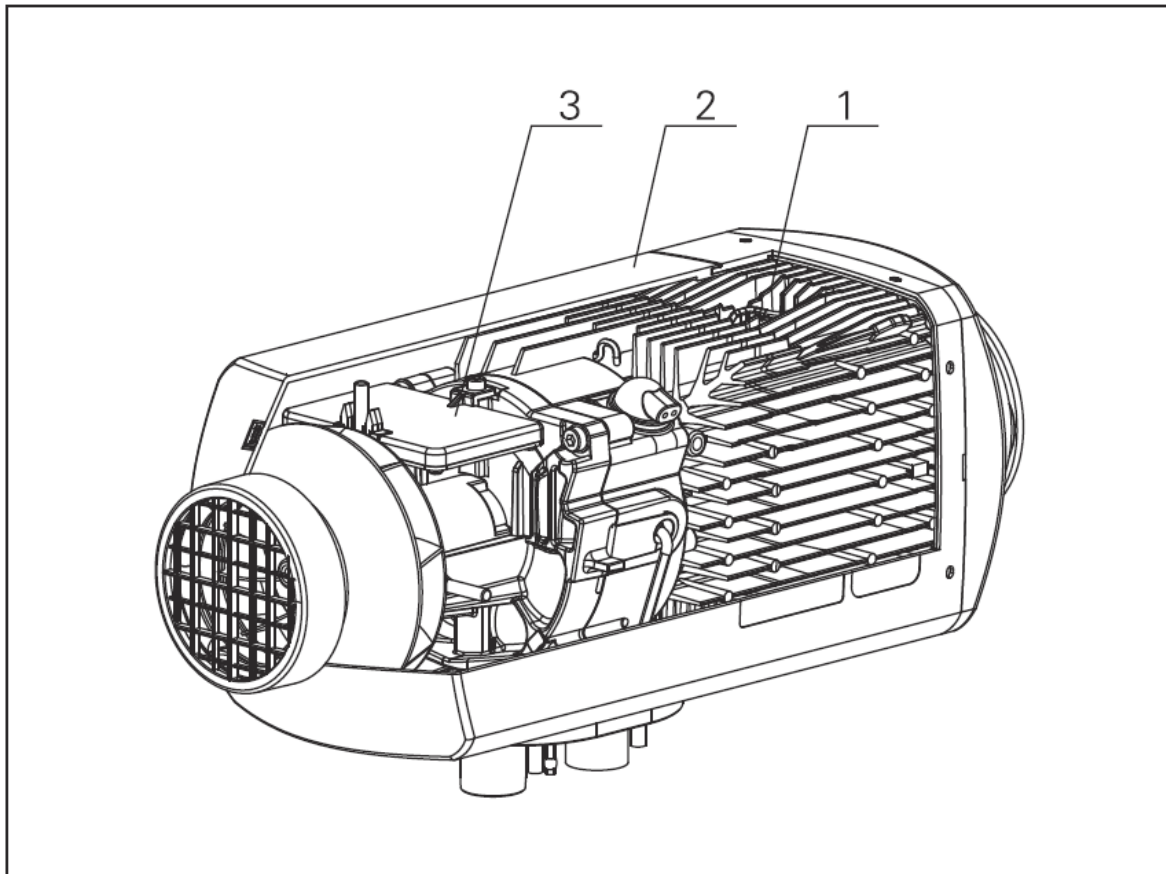

Abbildung 14
6.3.9 Wenn das Heizgerät im Umluftbetrieb arbeiten soll, sind entsprechende Maßnahmen zu treffen, um eine Rezirkulation zu vermeiden (siehe Abb. 14).